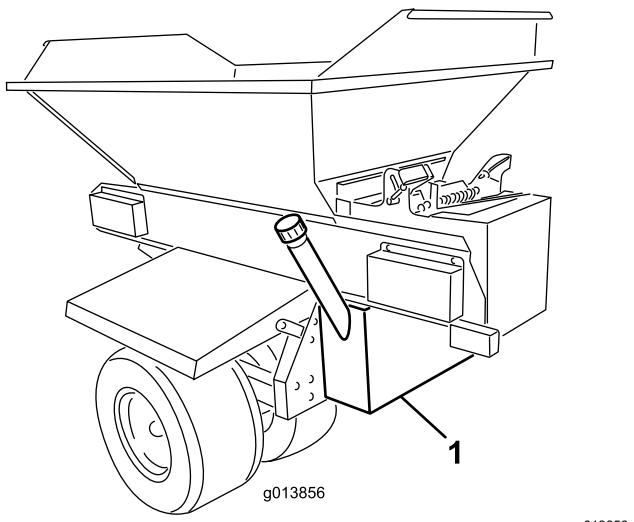

図 1
6. 油圧タンクを下から支えながら、タンクをシャーシの後壁に取り付ける。タンクが左右方向の中央にあり、また垂直に載っていることを確認する図1。